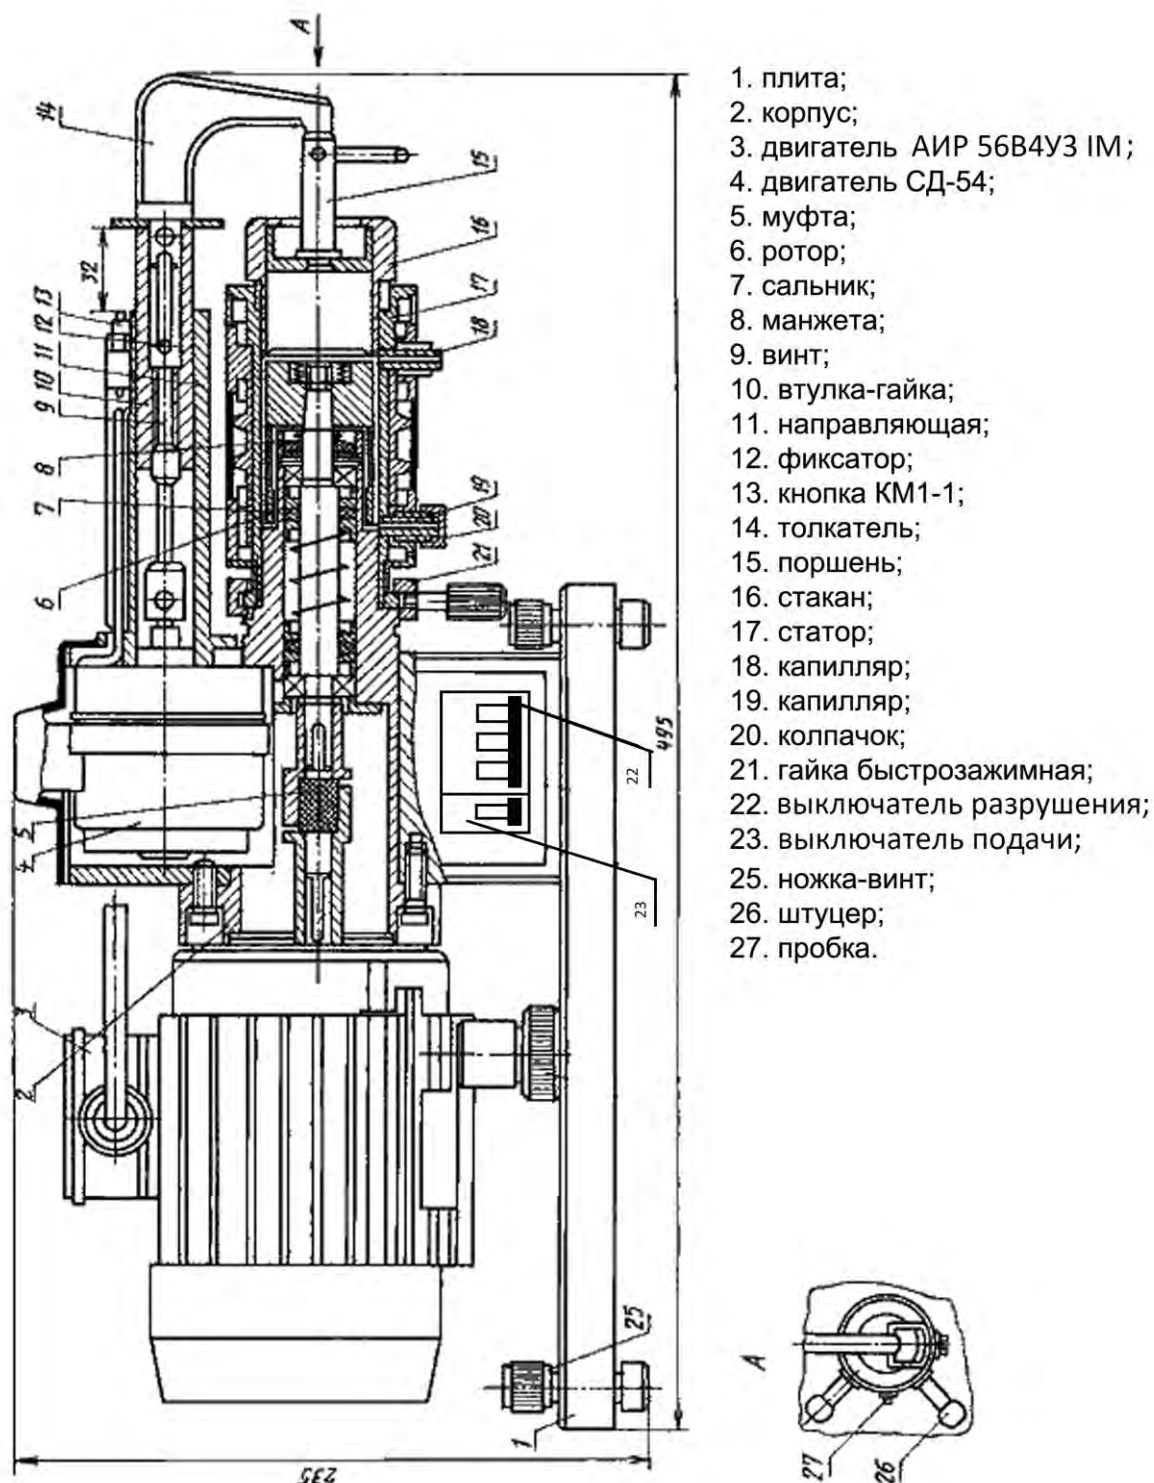

Рисунок 1 – Устройство тиксметра ТМС-1М
3.3.1 Пуск электродвигателя 4 осуществляется тумблером «ПОДАЧА СМАЗКИ» 23. Пуск и остановка двигателя 3 осуществляется пускателем «РАЗРУШЕНИЕ СМАЗКИ» 22 (см. рисунок 1, страница 4).
4.4.2 Установить статор 17 (см. рисунок 1, страница 4) на корпус 2 и закрепить гайкой 21.
4.5.1.1 Сняв колпачок 20 (см. рисунок 1, страница 4) с капилляра 18, навинтить его на капилляр 19. Включить электродвигатель 4, который через винтовую передачу (винт 9, втулка-гайка 10 и толкатель 14) перемещает поршень 15, выдавливающий смазку через капилляр 18. Столбик смазки, выходящий из капилляра 18, разрывается около обреза капилляра в тот момент, когда его масса превзойдет предел прочности на разрыв исходной (не разрушенной) смазки.
4.5.3.5 Сняв колпачок 20 (см. рисунок 1, страница 4) с капилляра 18, навинтить его на капилляр 19. Затем трубку со смазкой навинтить на капилляр 18. Включить электродвигатель 4, который через винтовую передачу (винт 9, втулка-гайка 10 и толкатель 14) перемещает поршень 15, выдавливающий смазку через капилляр 18. Столбик смазки, выходящий из трубки со смазкой капилляра 18, разрывается около обреза капилляра в тот момент, когда его масса превзойдет предел прочности на разрыв восстановленной смазки.
После окончания работы тиксометр выключить опустив вниз следующие тумблеры: выключатель разрушения 22 и выключатель подачи 23. Отключить тиксометр от электропитания (см. рисунок 1, страница 4).